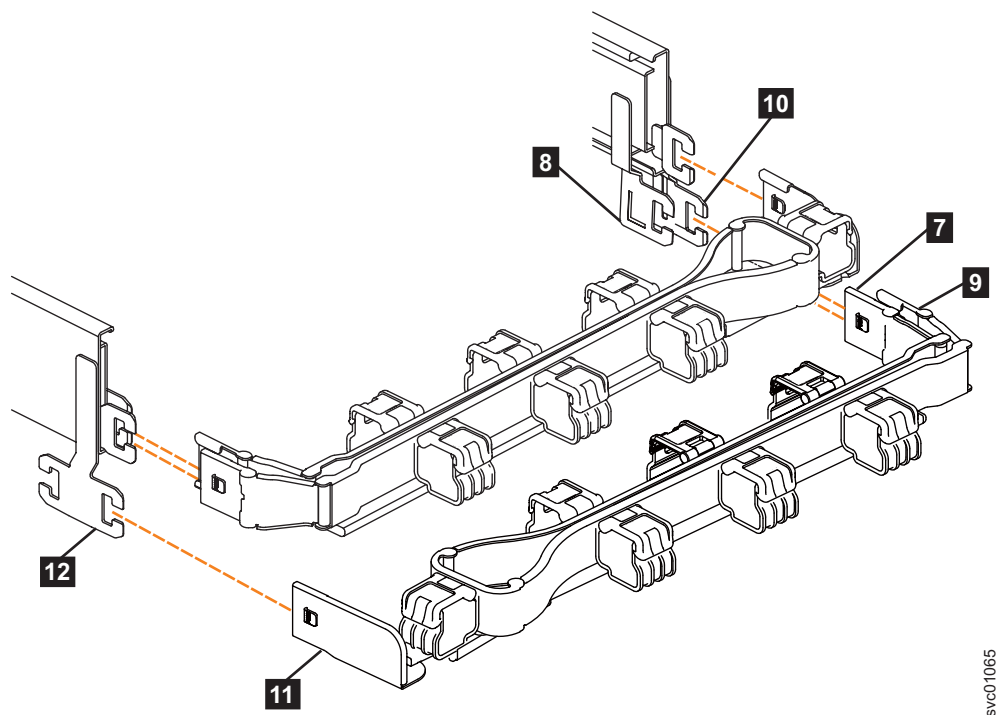

図 77. CMA アセンブリーのコンポーネントの位置の比較
注: 下部 CMA アセンブリーを取り付ける手順は、上部 CMA アセンブリーを取り付ける手順と同じです。ただし、コネクタの位置が逆になります。比較のために、サポート・レールとの位置合わせをしたときの上部と下部の CMA アセンブリーを 91 ページの図 77 に示します。上部 CMA のサポート・レール・コネクタは、右側のレールに取り付けます。下部 CMA のサポート・レール・コネクタ **11** は、左側のレールに取り付けます。
5. 図 77 に示すように、下部 CMA アセンブリーの内部コネクタ (**7**) を、右側のサポート・レールの内部メンバー(**8**) に取り付けます。
6. 図 77 に示すように、下部 CMA アセンブリーの内部コネクタ (**9**) を、右側のサポート・レールの外部メンバー **10** に取り付けます。
7. 図 77 に示すように、下部 CMA アセンブリーのサポート・レール・コネクタ (**11**) を左側のサポート・レールのコネクタ (**12**) に取り付けます。下部 CMA アセンブリがサポート・レールの端にあるフックにしっかり取り付けられていることを確認します。